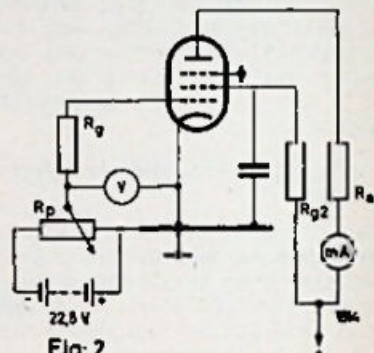

Fig. 2
Lekweerstand osc. verkleinen (tot 8 kΩ) Roostercondensator osc. vergroten tot max. 500 pF. De afstemcondensator in de osc.-kring (D) vervangen door een 2-voudige butterfly-condensator, waarvan de middenaftakking wordt gegaard. (fig. 2.)
Veel eenvoudiger en nauwkeuriger is de schakeling uit fig. 2.